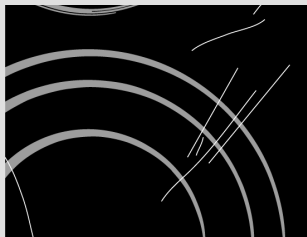

рис. 1
**Каждый раз перед использованием** протирайте со стеклокерамической поверхности и дна посуды пыль и грязь, которые могут поцарапать поверхность (рис. 1).